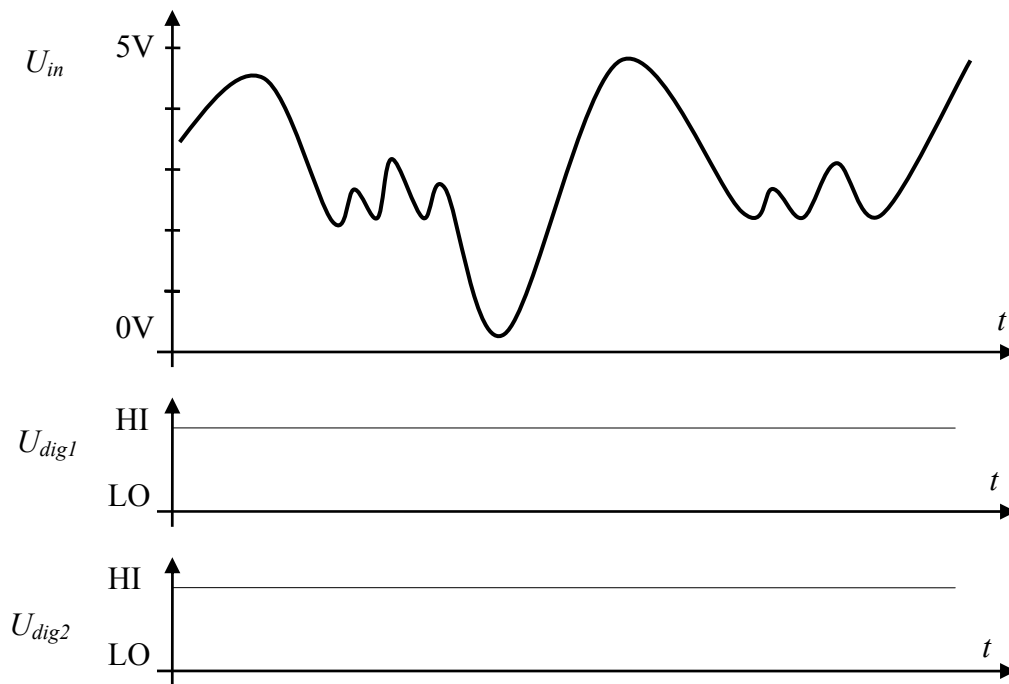

Abbildung 2.2
Gegeben ist weiters der Spannungsverlauf  $U_{in}$  in Abbildung 2.2:
- Wie sieht die Ausgangsspannung am Ausgang des Schmitt-Trigger aus, wenn Sie die Eingangsspannung nach Abbildung 2.2 anlegen? Tragen Sie den Verlauf als  $U_{dig1}$  in Abbildung 2.2 ein!
- Wie könnte man die untere Schwellspannung des Schmitt-Trigger für diese Eingangsspannung besser auslegen, um Störimpulse im mittleren Spannungsbereich wirkungsvoller zu unterdrücken? Tragen Sie Ihren Verbesserungsvorschlag in die Kennlinie ein und stellen Sie den Ausgangsspannungsverlauf der verbesserten Schaltung als  $U_{dig2}$  in Abbildung 2.2 dar!